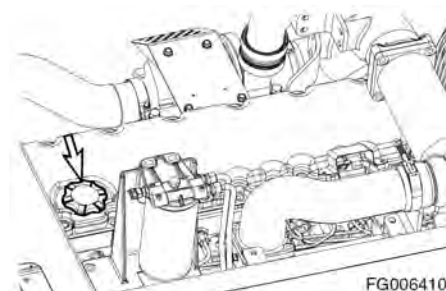

Рис. 55
4. Через заливное отверстие залить в двигатель соответствующее масло (рис. 55). См. таблицу смазочных масел в настоящем руководстве для уточнения рекомендуемого масла с учетом эксплуатационных условий.